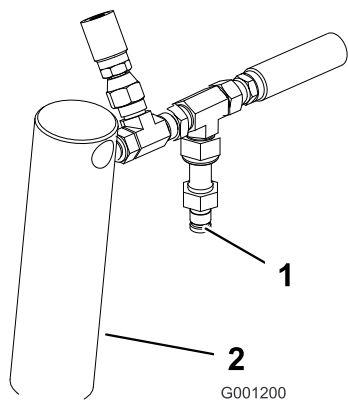

Bild 12
2. Schließen Sie ein Manometer an den Testanschluss hinter dem rechten Hubzylinder an (Bild 12).